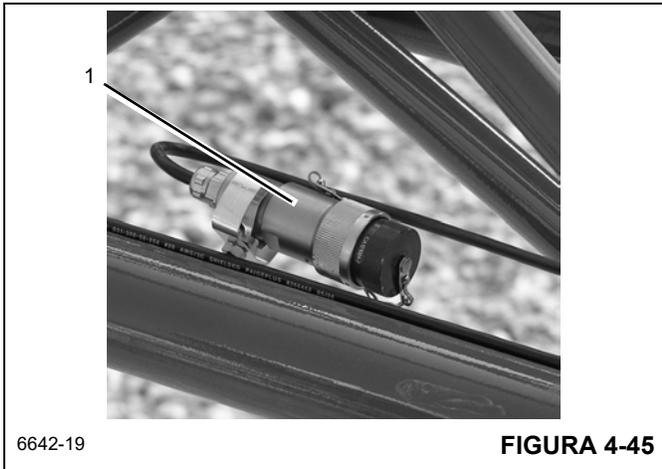

FIGURA 4-45
- c. Dirija el cable a través de la extensión de pluma y almacene el conector (1, Figura 4-45).